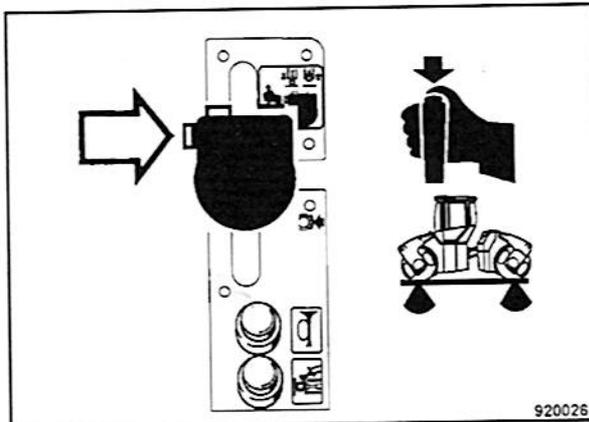

Fig. 81
- No conectar el pulsador para vibración (Fig. 81) en la izquierda o derecha de la palanca de marcha anterior de desplazar la palanca de marcha en la deseada dirección de marcha.